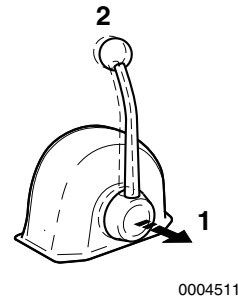

Figura 15
Quando a alavanca é puxado para fora (Figura 15, (1)), a velocidade do motor pode ser controlada sem engatar a transmissão marítima. A transmissão marítima mantém-se em NEUTRO, sem posição de carga
. Vire o manípulo (Figura 15, (2)) no sentido contrário ao dos ponteiros do relógio para mover a alavanca ou no sentido dos ponteiros do relógio para a bloquear.